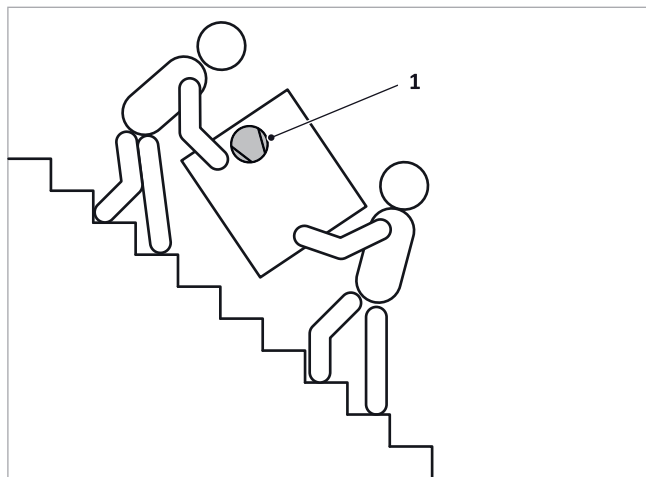

Fig. 2: Transporte en la escalera
- Si se tiene que inclinar el aparato durante el transporte, esto solo puede tener lugar brevemente sobre uno de los lados longitudinales, el compresor, véase ➔ Fig. 2 (1), siempre se debe encontrar arriba.